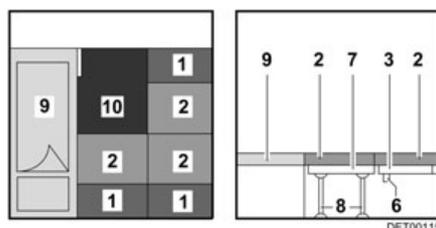

Fig. 93 Après la transformation
- Tirer les coussins d'assise (Fig. 93,2) vers le centre.
- Placer les coussins de dossier (Fig. 93,1) entre les coussins d'assise et la cloison.
- Poser le coussin supplémentaire (Fig. 93,10) à côté du lit (Fig. 93,9).